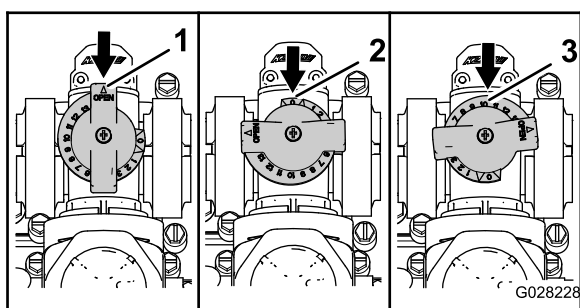

Figure 85
- La vanne de dérivation d'agitation est en position complètement ouverte comme montré en A sur la Figure 85.
- La vanne de dérivation d'agitation est en position complètement fermée (0) comme montré en B sur la Figure 85.
- La vanne de dérivation d'agitation est en position intermédiaire (réglée en fonction du manomètre pour le système de pulvérisation) comme montré en C sur la Figure 85.